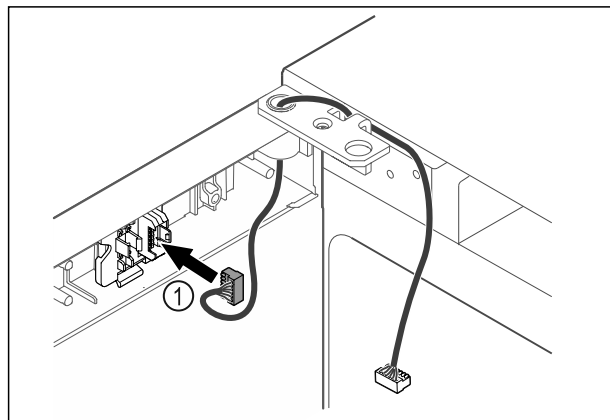

Fig. 54
- Dugja be a dugót Fig. 54 (1) a dugófoglatba.